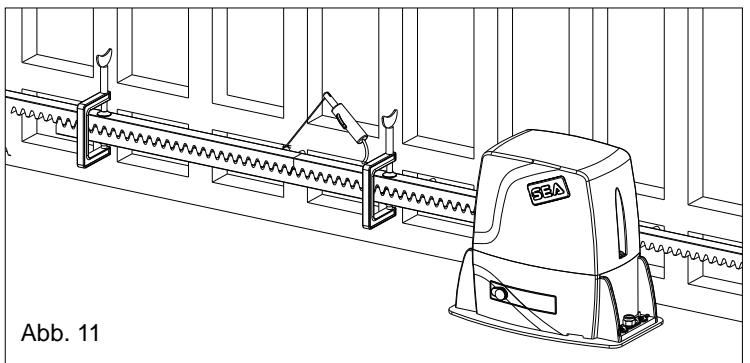

Abb. 11
**6.4.** Sich vergewissern, dass sämtliche Zahntangenglieder bindig aneinander gereiht und ordentlich verlegt wurden (synchronisierte Verzahnung). Es wird empfohlen, zwei aneinander gereihte Glieder, einem dritten, wie in Abb. 11 gegenüberzustellen.